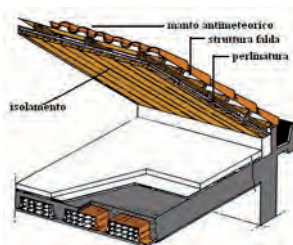

Figura 3.
- **Copertura a falde con isolante all'intradosso della falda** è un sistema adottato nei fabbricati coperti con tetti a falde inclinate, dotati di sottotetto abitabile (Figura 3). E' un sistema che risulta di facile esecuzione e viene utilizzato sia per interventi sul nuovo che sull'esistente. Inoltre, costituisce una soluzione che si presenta valida anche esteticamente. Dal punto di vista tecnologico, il sistema comporta la posa in opera dell'isolante direttamente sulla struttura della falda (che può essere in listelli di legno, ferro o travetti prefabbricati), mediante l'utilizzo anche di elementi contenenti l'isolante, prefiniti a gesso che si prestano ad essere ulteriormente trattati.